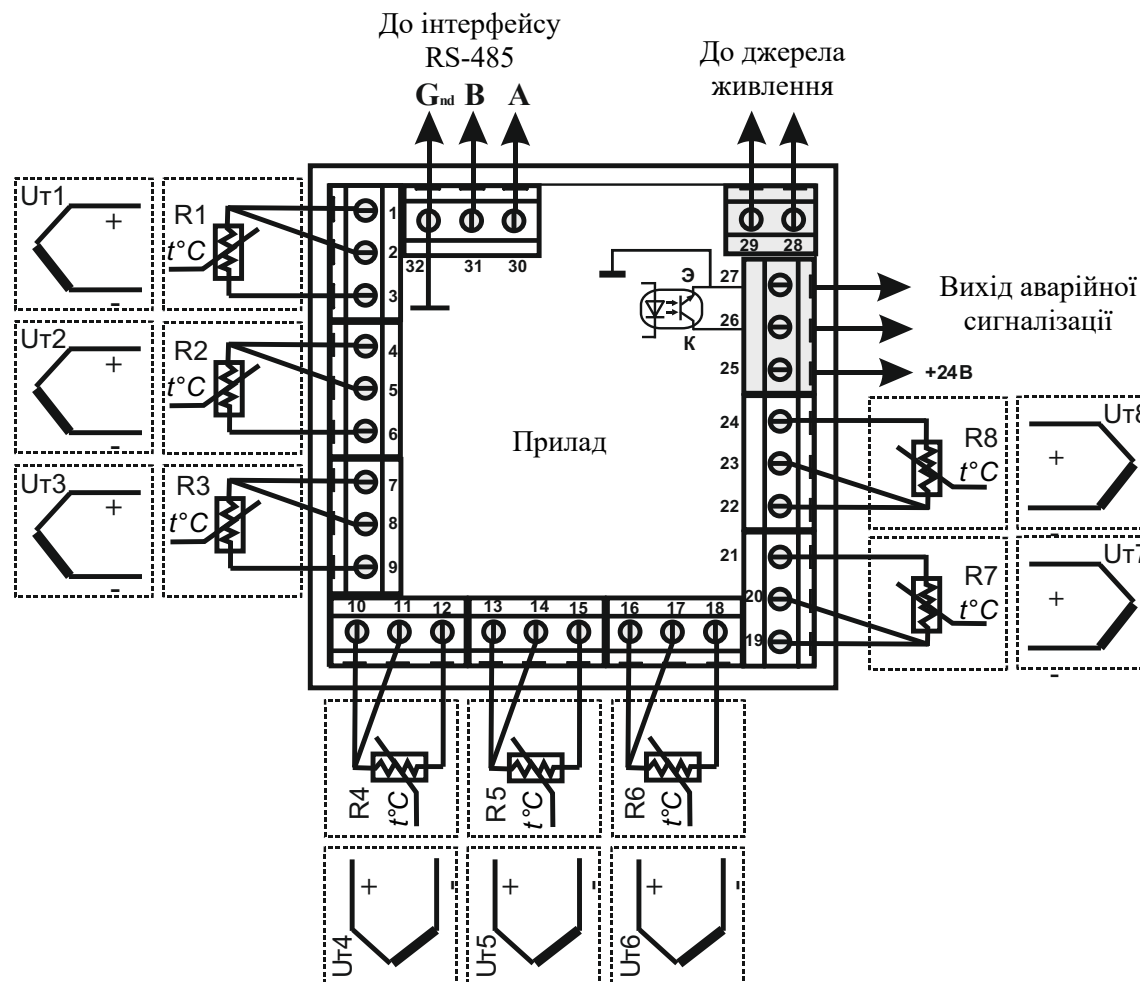

Рисунок 6.2 – Схема підключення датчиків ТО [ПТ], інтерфейсу RS-485 і джерела живлення
- Підключіть до приладу замість ТО магазин опору типу МСР-63 або аналогічний з класом точності не гірше 0,05 (див. рисунок 6.2). Опір проводів в лінії має дорівнювати один одному і не перевищувати значення 15 Ом. Встановіть на магазині опору значення 100,00 Ом.